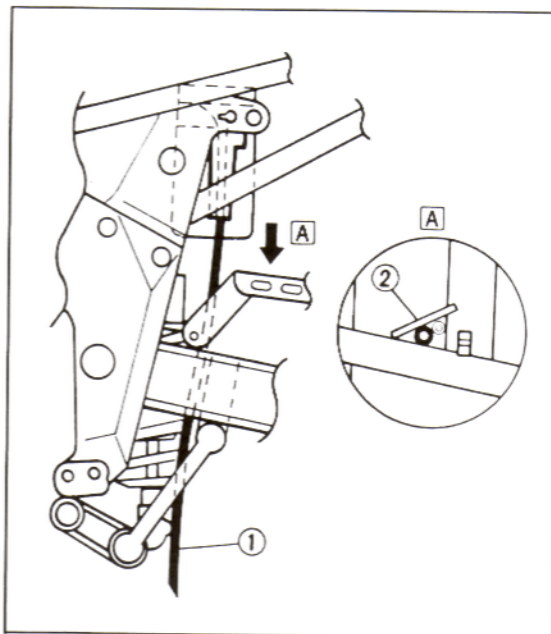

Bild 53
- Entlüftungsschlauch richtig verlegen, siehe Bild 53.